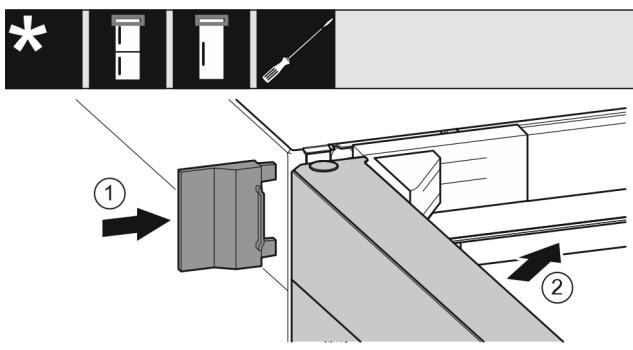

Fig. 23
- Navlecite zunanji pokrov Fig. 23 (1).
- Zaprite zgornja vrata Fig. 23 (2).